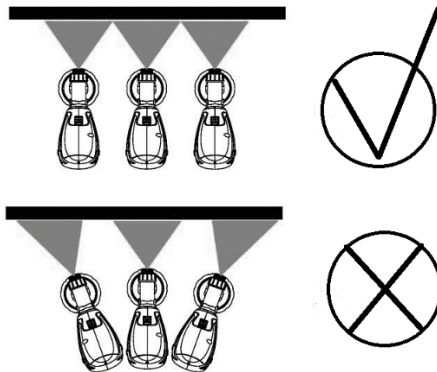

Рисунок 5
4.4 Фарбування потрібно починати із зовнішньої сторони робочої зони, тримаючи розпилювач паралельно, на однаковій відстані, приблизно 10-30 см від об'єкта (Рисунок 5). Переміщайте розпилювач рівномірно горизонтально або вертикально, залежно від налаштування форми струменя. Плавне переміщення розпилювача, з постійною швидкістю, призведе до рівномірного покриття поверхні. Рух інструмента уздовж поверхні, що фарбується здійснійте безперервною зигзагоподібною лінією. Щоб уникнути напливів фарби, робіть перерву між повторним фарбуванням поверхні (особливо вертикальної), достатній для висихання попереднього шару.